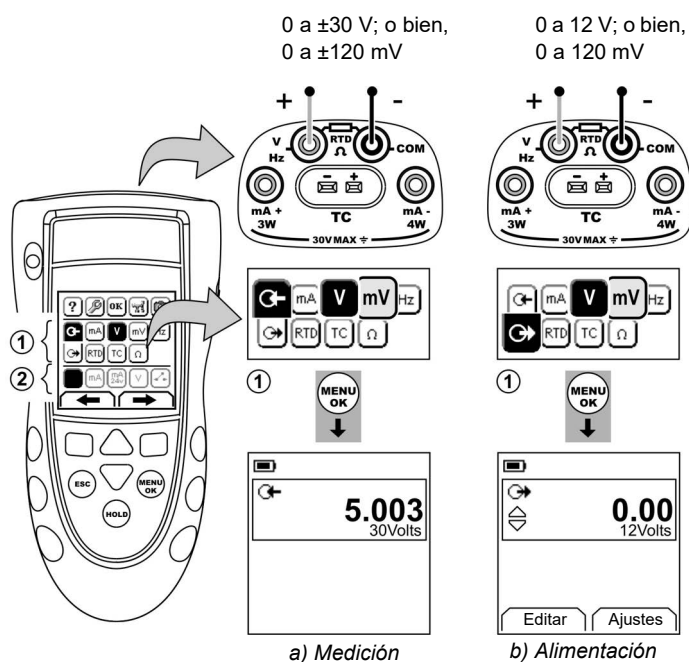

Figura 4: Ejemplo de configuración: Medición/alimentación de voltios o mA (Área ①)
1. Conecte el instrumento (Figura 4/5) y, si es necesario, ajuste la opción *Configurar* (Tabla 1).